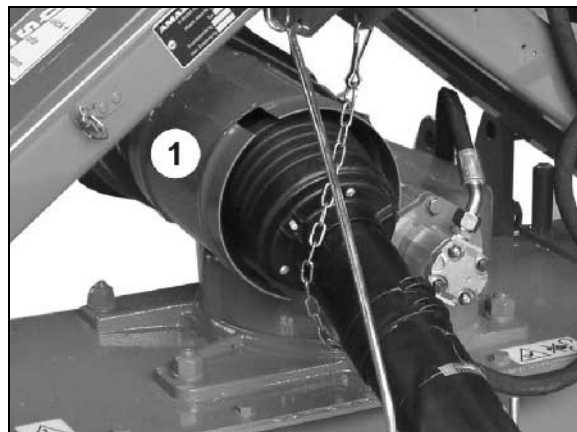

Рис. 26
1. Снимите защитный кожух карданного вала (Рис. 26/1) со стороны агрегата.